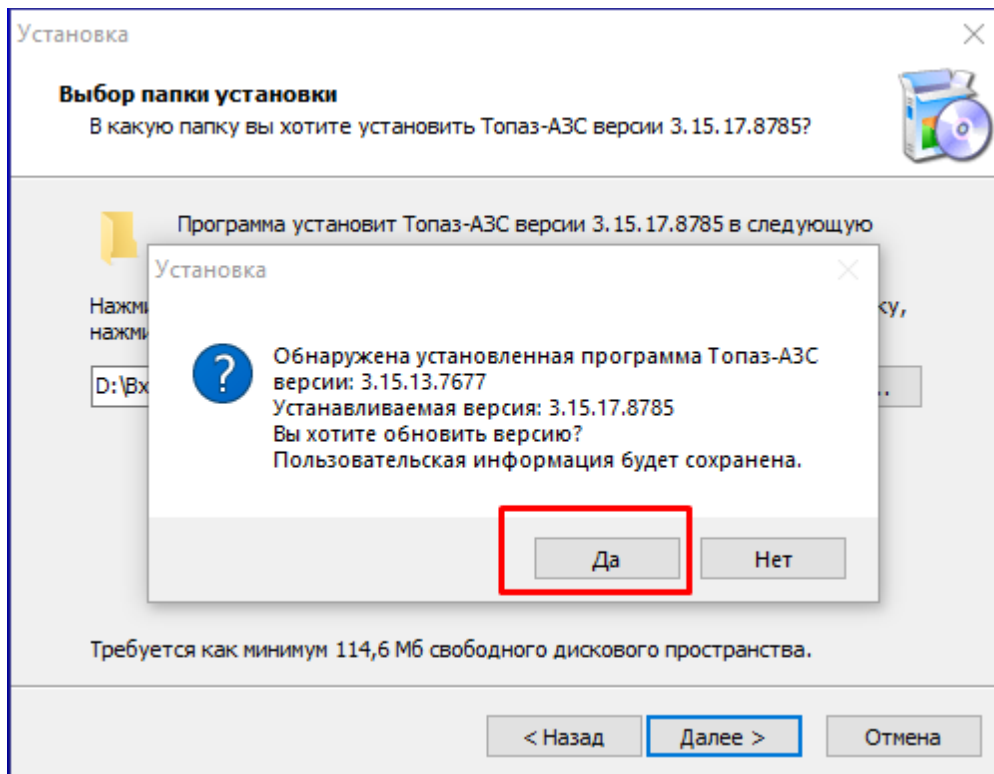

Рисунок 10.
9. Программа установки обнаружит текущее ПО и предложит обновление, необходимо нажать кнопку "Да" (рисунок 10);